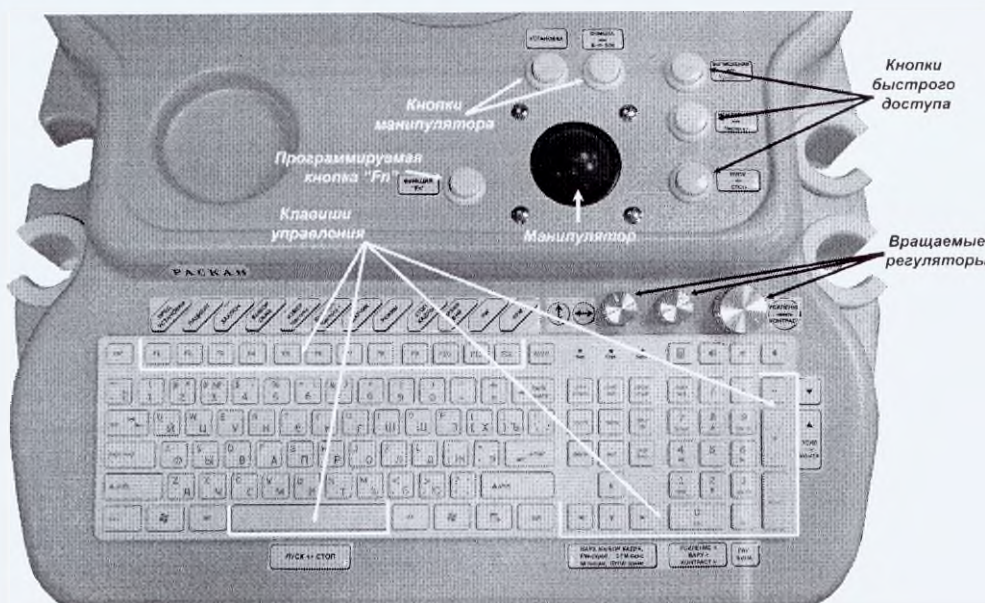

Рис. 3.3. Расположение органов управления прибора.
В зоне органов управления на интерфейсе прибора, рис. 3.2, размещены управляющие кнопки, дублирующие по функциям основные управляющие клавиши клавиатуры F1 - F12, расположенные в верхнем ряду клавиатуры, а так же клавиши ПРОБЕЛ, +, -, Ins, Del и клавиши Стрелки, рис. 3.3. Функциональное назначение клавиш отображается на экране непосредственно под их изображениями или рядом. Функции некоторых клавиш изменяются или отключаются в зависимости от режима работы прибора, что соответствующим образом отображается на экране монитора, рис. 3.2.
Для управления **часто используемыми** режимами работы прибора предназначены три **дублирующие** кнопки **быстрого доступа**, расположенные справа от **манипулятора**, **программируемая** кнопка **"Fn"** и три **дублирующие** **вращаемых регулятора**, размещенные выше правой верхней части клавиатуры, рис. 3.3.
**Дублирующие** кнопки **быстрого доступа** позволяют включать режимы: **Измерения**, **Вычисления**, запускать или останавливать сканирование, изменять рабочую частоту датчика в процессе сканирования. Назначение **дублирующих** кнопок **быстрого доступа** обозначено рядом с ними. Функция программируемой кнопки **быстрого доступа "Fn"**, может быть назначена пользователем. Для этого необходимо перейти на вкладку **Настройки**, рис. 3.10 и нажать с помощью манипулятора кнопку **Доп. Настройки**. В результате в правой части интерфейса программы откроется панель, представленная на рис. 3.3а. В окне **Функция "Fn"** с помощью манипулятора выбирается одна из функциональных клавиш клавиатуры, после чего нажимается кнопка **Сохранить**. На интерфейсе программы текст на выбранной функциональной клавише будет иметь голубой цвет.
Рис. 3.3а